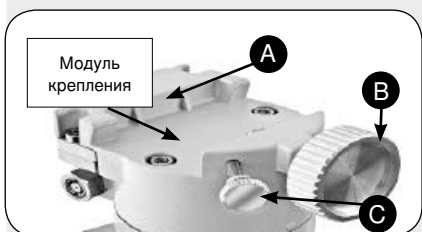

Рис. 7: Установка модуля крепления на рычаг монтировки (EXOS-2)
7. Прикрепите раму к монтировке (AR и NT). Выньте оптическую трубу из рамы и вдвиньте раму в крепежный паз (11, рис. 1а). См. рис. 7. Закругленное основание рамы должно встать в закругленную часть паза монтировки. Затем затяните без усилия ручку фиксации рамы и дополнительную стопорную ручку.